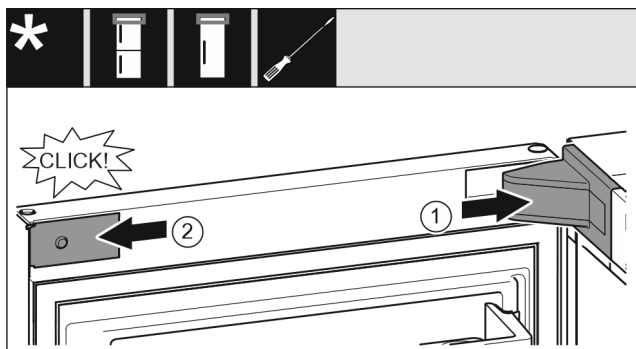

Fig. 22
- ▶ Założyć osłonę płytki zawiasu i zazębnić, ew. ostrożnie odsunąć. Fig. 22 (1)
- ▶ Założyć zaślepkę z boku i zazębnić. Fig. 22 (2)